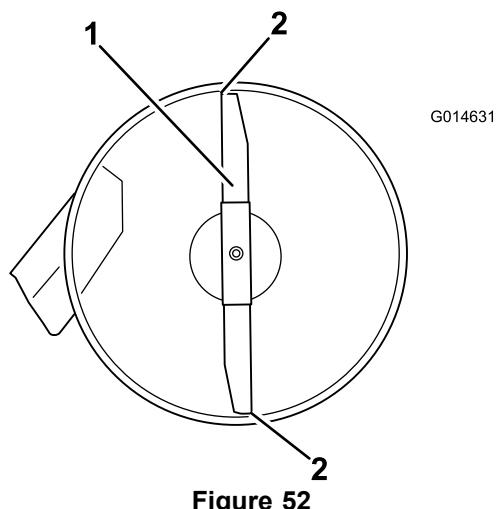

Figure 52
4. Faites pivoter les lames avec précaution pour faire passer les pointes avant à l'arrière (Figure 52).
5. Mesurez la distance entre la pointe de la lame avant et la pointe de la lame arrière par rapport à la surface plane (Figure 52). Si la pointe avant de la lame n'est pas de 1,6 à 7,9 mm (1/16 à 5/16 po) plus basse que la pointe arrière, réglez le contre-écrou avant.
soit de 1,6 à 7,9 mm (1/16 à 5/16 po) plus bas que la pointe arrière (Figure 52).